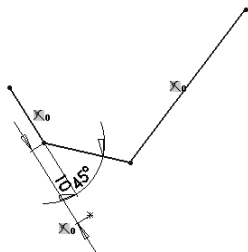

图 2-93 “角度距离”方式创建倒角
- **角度距离:** 以角度和距离的形式来创建倒角,如图2-93所示。其中“角度”是选择的第一条边与倒角的夹角;“距离”是所选择的第一条边与倒角的交点距离原来两曲线交点的距离。